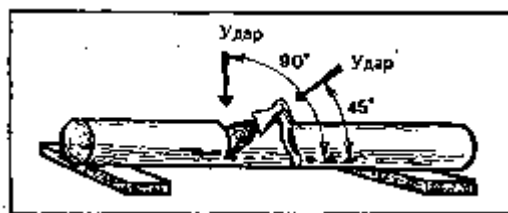

Рис. 33. Перерубка бревна
**Перерубка бревна.** После закрепления бревна на нем намечают линию переруба и наносят по ней удары топором сначала под прямым углом (вертикально), затем — под углом  $45^\circ$  (рис. 33). Перерубив бревно, наполовину, его надо перевернуть и перерубить до конца.